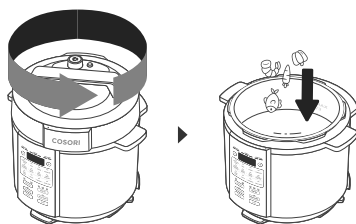

Figure 4.1
1. Tournez le couvercle dans le sens inverse des aiguilles d'une montre et soulevez-le pour le retirer. Ajoutez les ingrédients dans la cuve interne. **[Figure 4.1]**